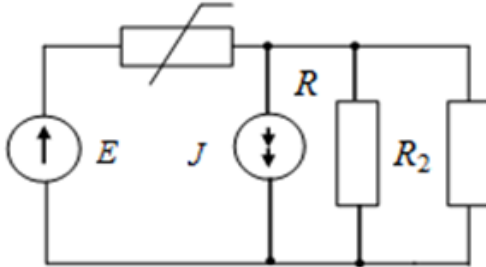

Рис. 28. Схема нелинейной электрической цепи
**Пример.** Для цепи, изображенной на рис. 28, рассчитать напряжения и токи на участках цепи, если  $R_1 = 2 \text{ Ом}$ ;  $R_2 = 1 \text{ Ом}$ ;  $E = 11 \text{ В}$ ;  $J = 0,5 \text{ А}$ , а характеристика нелинейного элемента задана выражением  $U(I) = aI + bI^2$ , где  $a = 1 \text{ Ом}$ ;  $b = 2 \text{ Ом} \cdot \text{А}^{-1}$ .